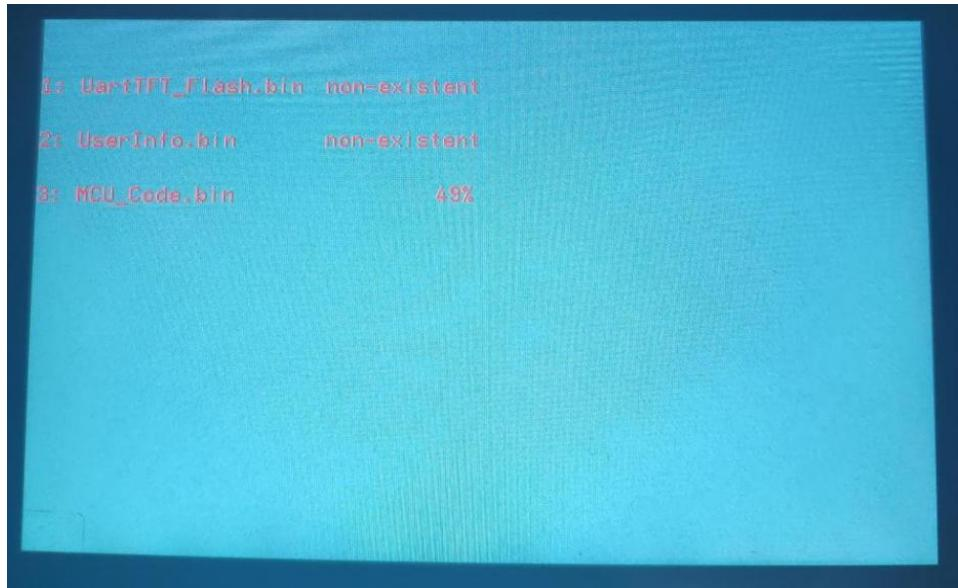

图 1-31：以 SD Card 进行更新中
**注意：**更新 Bin 档期间不得关闭电源或是做复位动作，否则将可能造成串口屏 MCU 程序失效及无法再度更新。如果使用 SD 卡/U 盘无法更新或是不会进入图 1-31 的更新画面，请与本公司联系。